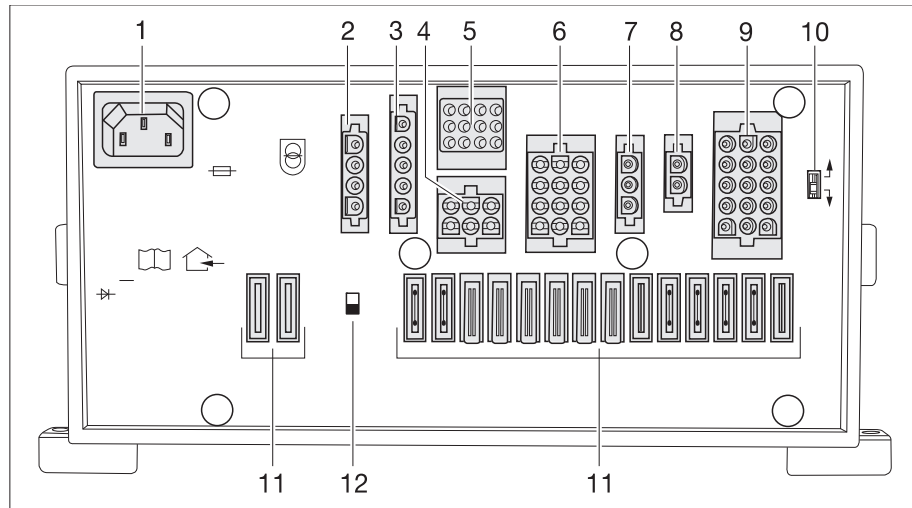

Fig. 245 Bloc électrique (EBL 119)
- ▷ L'interrupteur-séparateur de batterie (Fig. 245,12) coupe du réseau 12 V tous les consommateurs raccordés au bloc électrique.
- ▶ Si le sélecteur de batterie (Fig. 245,10) est mal réglé, il peut se former du gaz détonant. Risque d'explosion !
Avec le sélecteur de batterie (Fig. 245,10), on peut régler le chargeur dans le bloc électrique sur le type de la batterie de cellule incorporée dans le véhicule ("plomb acide", "plomb gel" ou AGM).